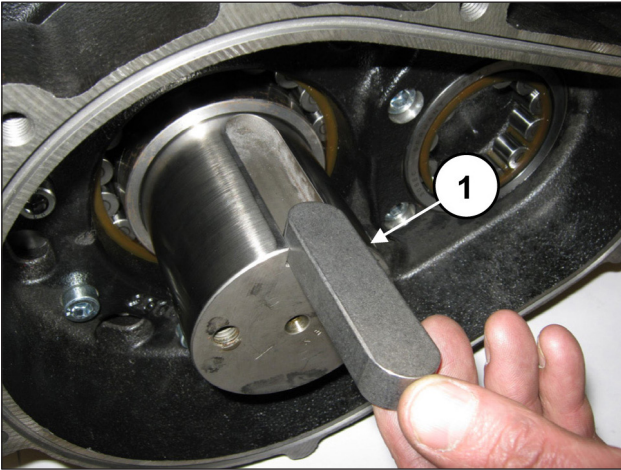
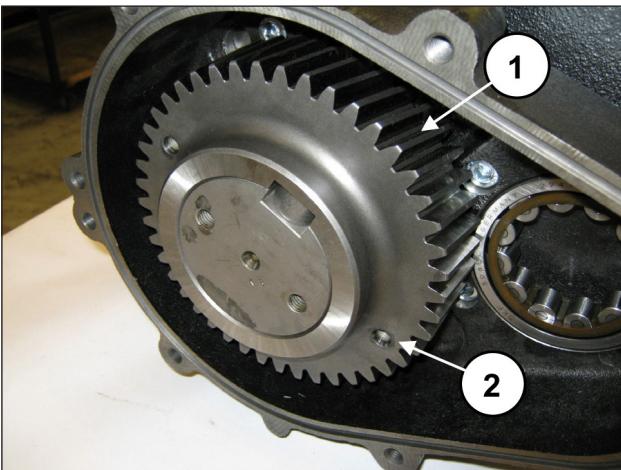

Fig. 74
Fig. 75
Appliquer la languette 22x14x80 dans le logement de l'arbre (rep. ①, Fig. 74) et insérer la couronne sur l'arbre (rep. ①, Fig. 75).
Monter la couronne en s'assurant que les deux orifices M8 (à utiliser pour l'extraction) sont tournés vers l'extérieur de la pompe (rep. ②, Fig. 75).